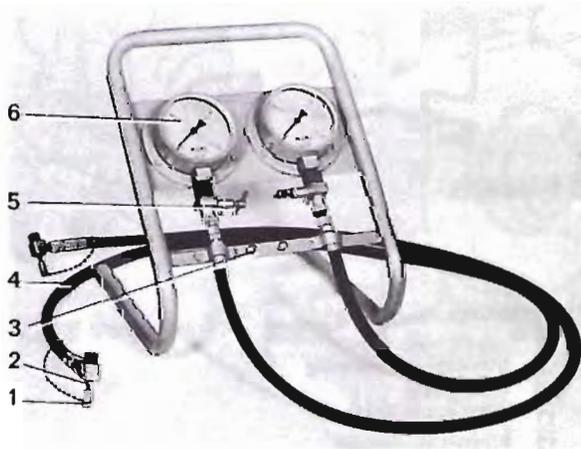

Abb. 2 Bremsdruck-Prüfgerät 999 2741
Das Prüfgerät (Abb. 2) wird auch bei Störungssuche in der Bremsanlage verwendet.
2. Das auf Abb. 2 gezeigte Bremsdruck-Prüfgerät 999 2741 wie folgt anschließen: